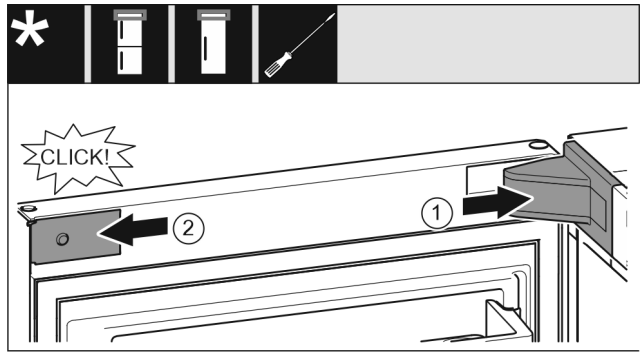

Fig. 25
- Uždėkite atraminės gembės dengiamąją plokštelę Fig. 25 (1) ir užfiksuokite, prireikus atsargiai išspauskite.
- Uždėkite ir užfiksuokite apdailos skydelį Fig. 25 (2) šone.